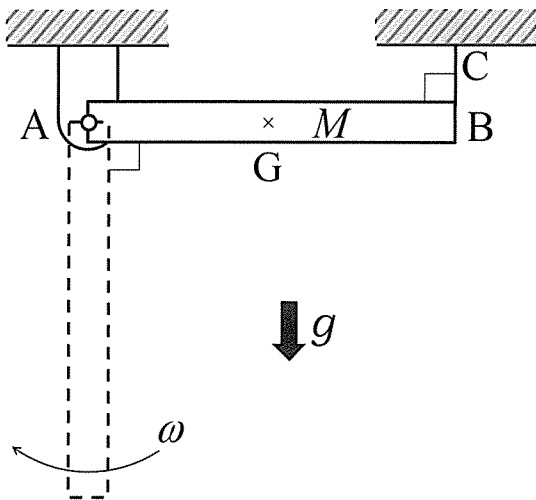

図1
- (1) ピン支持点Aに関する剛体棒ABの慣性モーメント I_A を、 M 、 L を用いて示せ。
- (2) 図1の実線に示すように剛体棒ABが平衡状態にあるとき、糸BCの張力 T を、 M 、 g を用いて示せ。
- (3) 糸を静かに切り離した後、剛体棒ABは回転運動を始めた。剛体棒ABが 90° 回転し図1の点線の位置に到達した。このときの剛体棒ABの回転角速度 ω を、 M 、 g 、 L 、 I_A を用いて示せ。